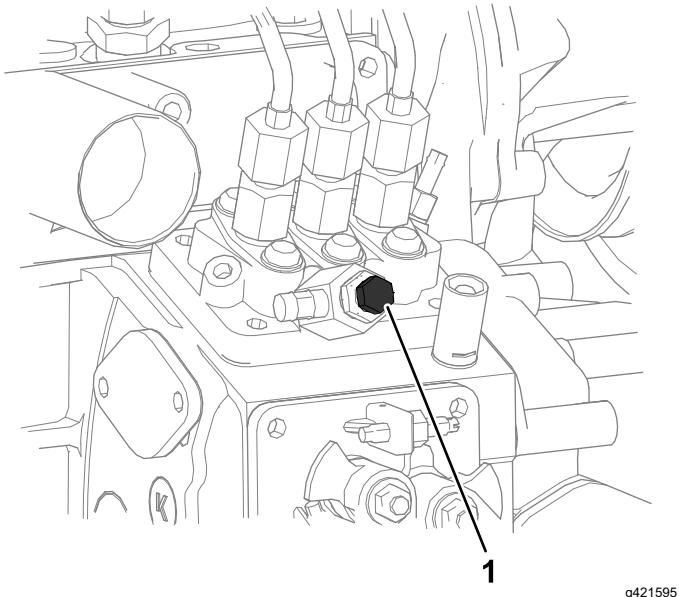

Figure 80
4. Desserrez la vis de purge sur la pompe d'injection (Figure 80).